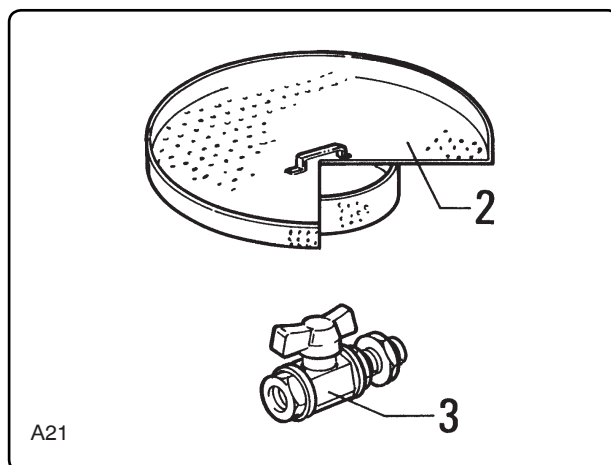

Fig. 6.4.2
6.4.2 - Griglia di decantazione (fig. 6.4.2)
6.4.2 - Retention plate (fig. 6.4.2)
6.4.2 - Rejilla de decantación (fig. 6.4.2)
6.4.2 - Zeefplaat (afb. 6.4.2)